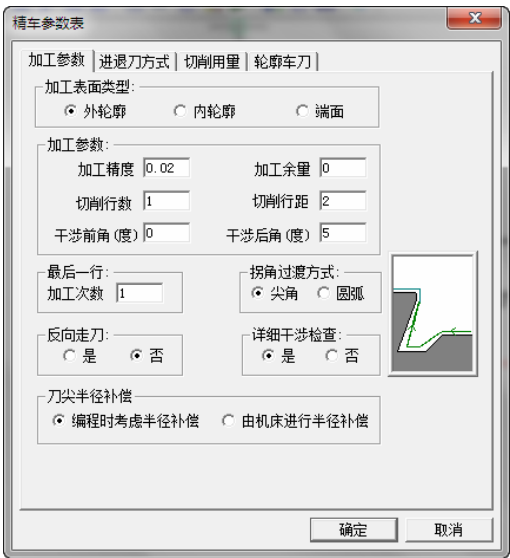

图 4-148 精车加工参数设定
1) 单击“加工参数”选项卡，设置参数如下，加工表面类型：外轮廓；加工精度：0.02；加工余量：0；切削行距：2；干涉前角：0；干涉后角：5；最后一行加工次数：1；拐角过渡方式：尖角；反向走刀：否；详细干涉检查：是；刀尖半径补偿：编程时考虑半径补偿，如图 4-148 所示。